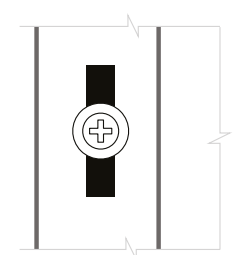

Рис. 24
■ Саморез вкручивается в центр перфорированного отверстия. Если отверстие не попадает на обрешетку, сделайте отверстие просекателем (рис.24).